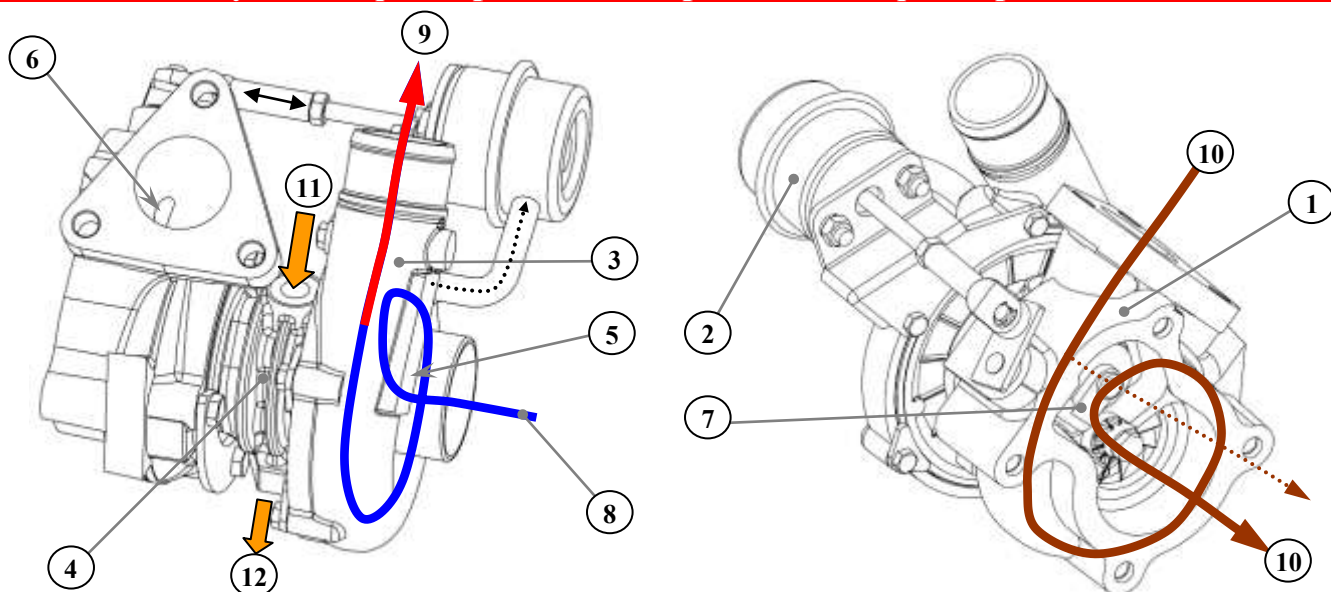

Рис.63. Турбокомпрессор:
Подача воздуха при запуске двигателя и на минимальных оборотах холостого хода осуществляется за счет разрежения, создаваемого поршнями в цилиндрах двигателя, а по мере роста частоты вращения коленчатого вала и увеличения топливоподачи (нагрузки на двигатель) – регулируемым турбокомпрессором с перепуском отработавших газов WGT (рис.63).
**Турбокомпрессор** (рис.63) – является одним из основных агрегатов системы впуска воздуха и выпуска отработавших газов, от которого зависят эффективные показатели двигателя – мощность и крутящий момент, а также экономичность и токсичность. Турбокомпрессор использует энергию отработавших газов для подачи воздушного заряда в цилиндры. Колесо турбины и колесо компрессора находятся на общем валу, который вращается в плавающих радиальных подшипниках скольжения.